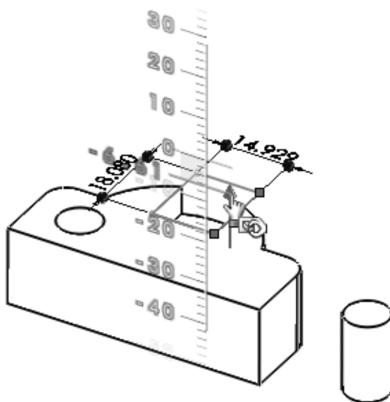

图 1-58 拖动控标
- 11 模型中出现控标，向 Z 方向拖动控标，模型中显示新特征的预览，如图 1-58 所示。